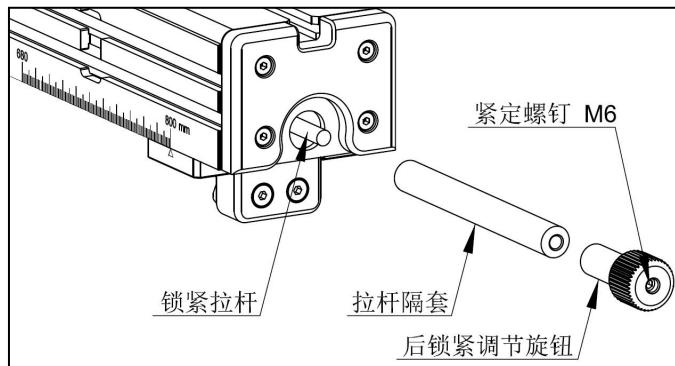

图 6-17
- 如台板宽度为 795~800mm, 请按步骤 (3) 继续安装。
- 如台板宽度为 685~690mm, 需先安装【拉杆隔套 F】(随机已提供), 再按步骤 (3) 继续安装。
- ① 如图 6-17, 松开 M6 紧定螺钉, 旋下“后锁紧调节旋钮”。
- ② 将拉杆隔套装在锁紧拉杆上, 装回“后锁紧调节旋钮”。M6 紧定螺钉可暂不锁紧, 便于后续调整锁紧力。